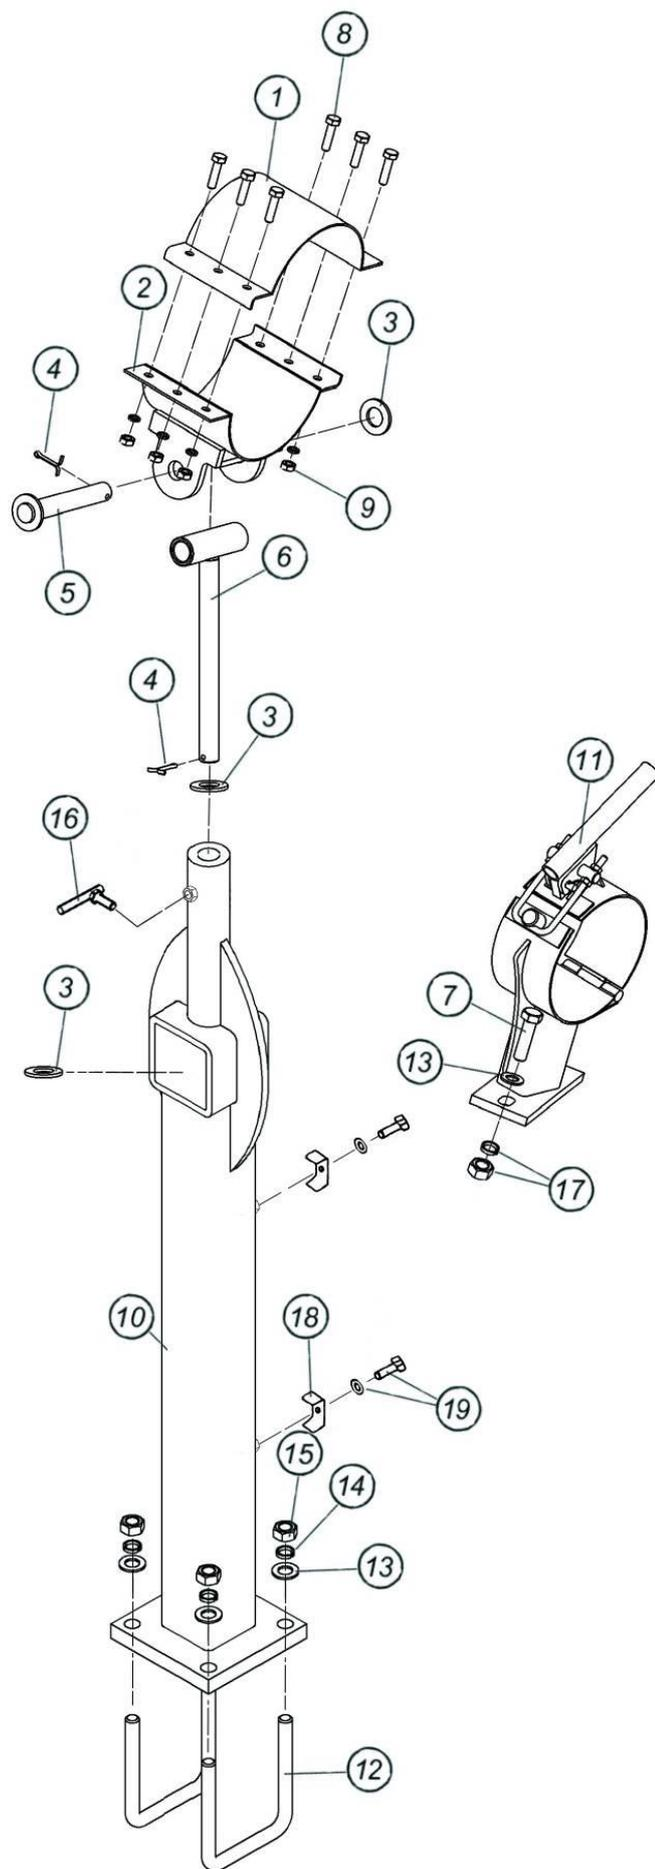

Рис. 7.2.17. Манипулятор шнека
7.2.17. Манипулятор шнека (рис. 7.2.17)